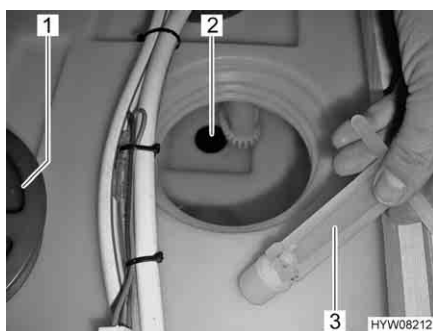

Fig. 122 Serbatoio dell'acqua (tappo di chiusura)
- Svitare il coperchio (Fig. 122,1) del serbatoio dell'acqua.
- Estrarre il tappo di chiusura (Fig. 122,3) dall'apertura di scarico (Fig. 122,2). L'acqua fuoriesce.